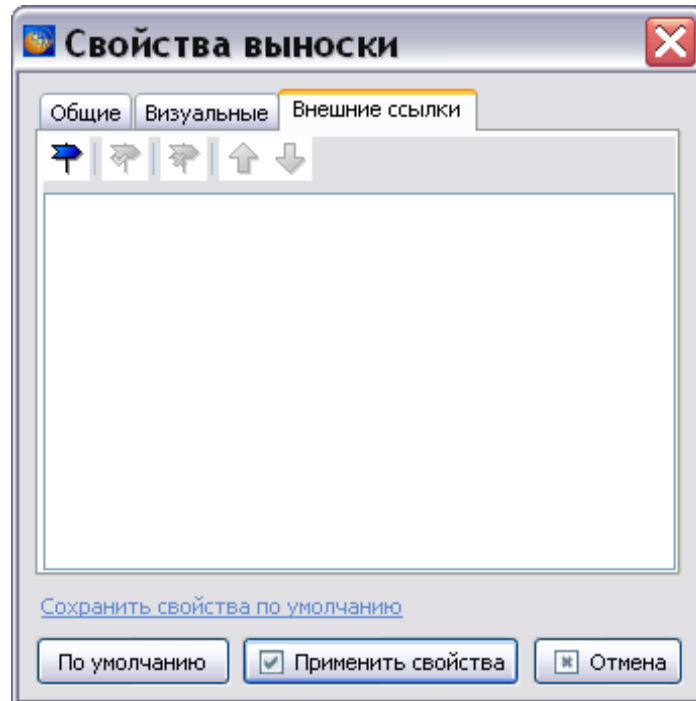

Рисунок 330
На вкладке **Внешние ссылки** можно установить/снять/изменить внешнюю или перекрестную ссылку для выноски, например на МД с описанием составной части какого-либо агрегата (рисунок 330).
- 3) В окне **Свойства выноски** перейдите на вкладку **Внешние ссылки** (рисунок 330).